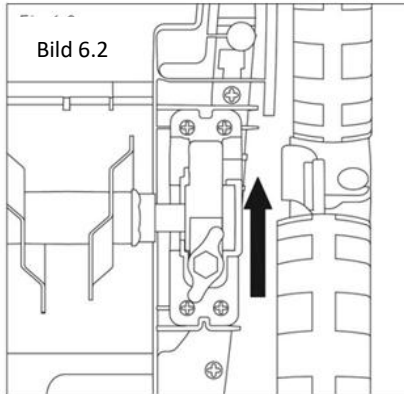

Bild 6.3
- Dra flänsen på knivsystemet uppåt ur kopplingen i maskinhuset (Fig. 6.3).